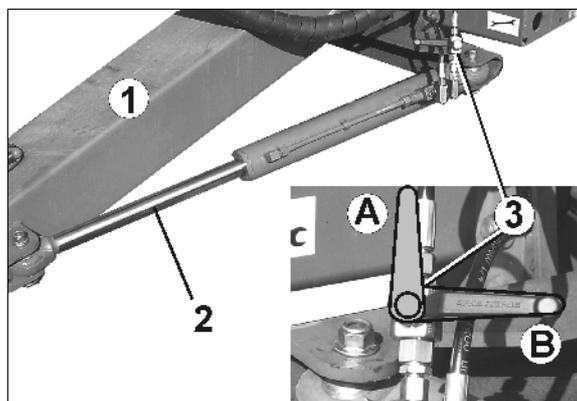

Fig. 112
- Lenkdeichsel: Blockhahn Fig. 112/3) am Hydraulik-Zylinder schließen (Position B).
Zum Einsatz der Lenkdeichsel Kugelhahn (Fig. 112/3) am Hydraulik-Zylinder öffnen (Position A)!